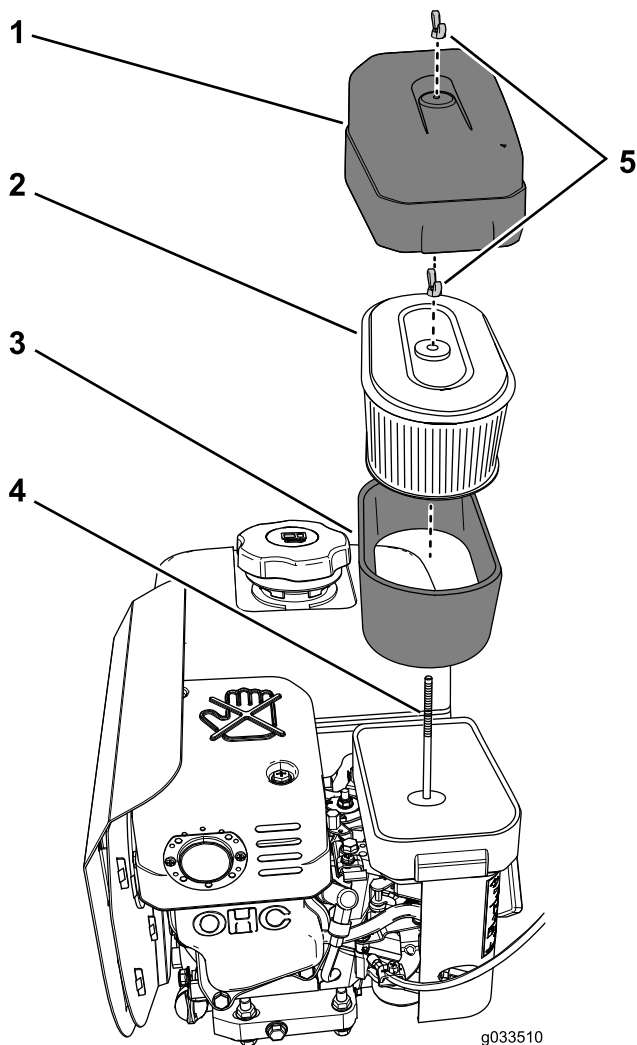

Figure 11
2. Nettoyez la surface autour du filtre à air pour éviter que des impuretés n'endommagent le moteur en tombant à l'intérieur (Figure 11).
3. Tournez l'écrou à oreilles dans le sens antihoraire qui fixe le couvercle du filtre à air et déposez le couvercle (Figure 11).
4. Tournez dans le sens antihoraire l'écrou à oreilles qui fixe les éléments en papier et en mousse, et déposez les éléments de la tige de maintien (Figure 11).
5. Sortez délicatement l'élément en mousse de l'élément en papier (Figure 11).
1. Vérifiez que l'élément n'est pas déchiré, couvert d'une pellicule grasse ou endommagé (Figure 11).
1. Glissez délicatement l'élément en mousse sur l'élément en papier (Figure 11).
2. Alignez le trou dans la plaque supérieure de l'élément filtrant en papier sur la tige de maintien du carburateur (Figure 11).
3. Fixez les éléments filtrants au carburateur à l'aide de l'écrou à oreilles (Figure 11) que vous avez retirés à l'opération 4 de Retrait des éléments en mousse et en papier \(page 11\).
4. Alignez le trou dans le couvercle du filtre à air sur la tige de maintien (Figure 11) et fixez le couvercle sur la tige à l'aide de l'écrou à oreilles que vous avez retiré à l'opération 3 de Retrait des éléments en mousse et en papier \(page 11\).